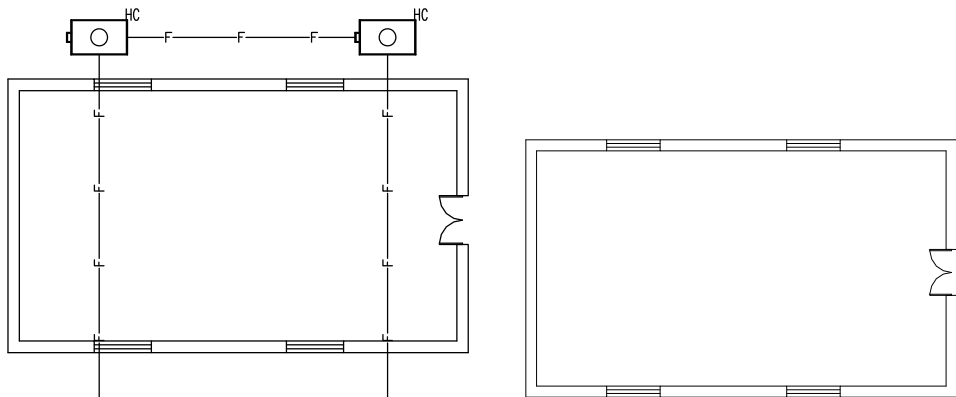

图 10-43 开/关废水图层
- “废水”按钮：单击该按钮，可以控制所有天正废水管线及其附属的管件所在的图层隐藏或者开启，如图 10-43 所示。